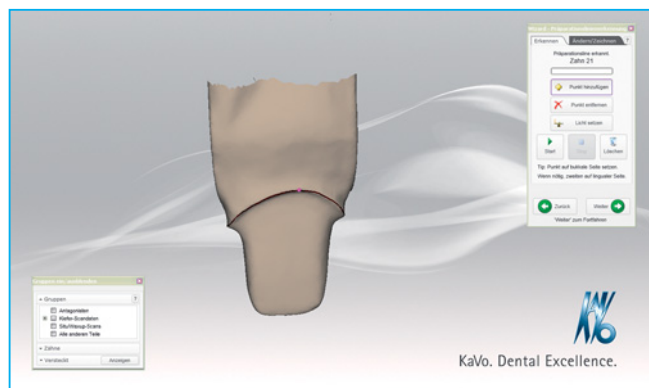

Abb. 4: Intelligente Präparationslinienbestimmung
14.27 Uhr: Der Schritt-für-Schritt-Assistent führt zum nächsten Prozess-Schritt. Mit „1-Click“ wird die Präparationslinie erzeugt (Abb. 4).